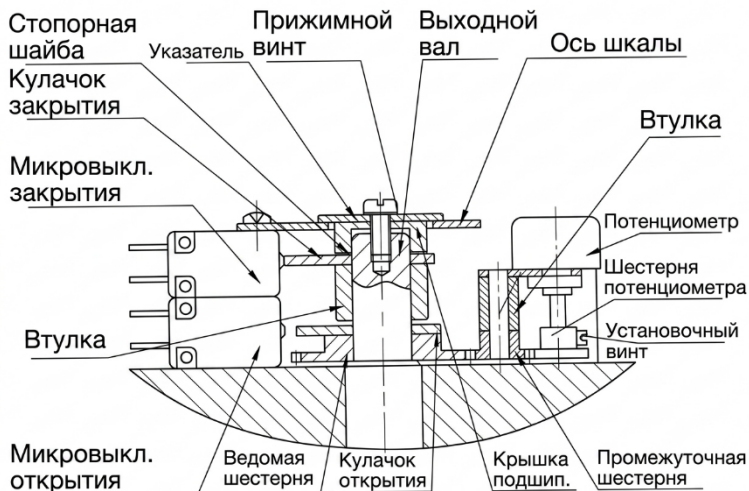

Рис. 8. Контроллер хода и потенциометр (FQ)
**Контроллер хода и потенциометр (Рис. 8):** кулачки открытия и закрытия, а также привод потенциометра расположены непосредственно на выходном валу или на связанном с ним валу редуктора. Настройка выполняется поворотом кулачков относительно вала.
#### 3.3.1. Настройка контроллера хода, указателя положения и потенциометра (Рис. 8)